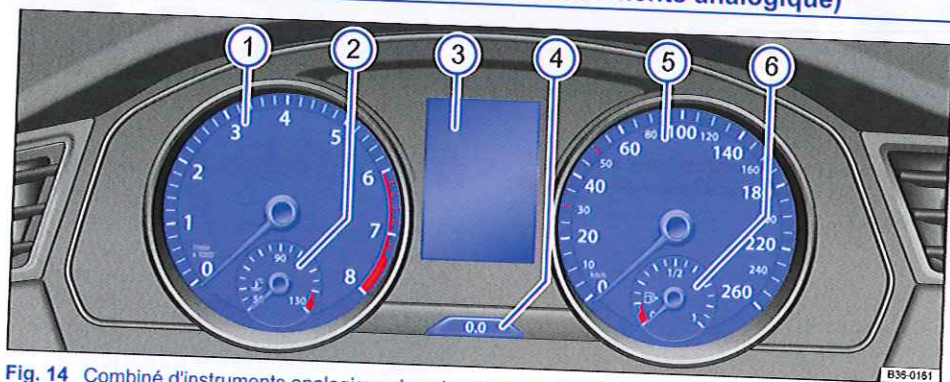
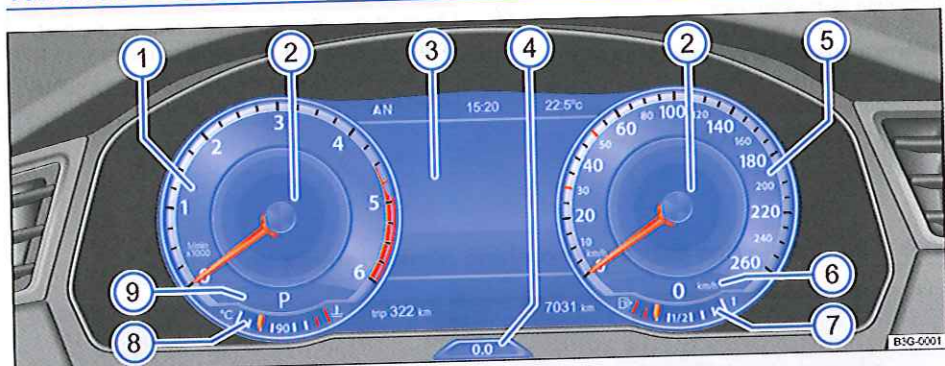

Fig. 14 Combiné d'instruments analogique dans le tableau de bord
Fig. 15 Active Info Display sur le tableau de bord
Explications relatives aux cadrams ⇒ fig. 14 :
Explications relatives aux cadrans ⇒ fig. 15 :
Suivant l'équipement du véhicule, différentes informations peuvent être indiquées sur l'afficheur du combiné d'instruments $\Rightarrow$ fig. 14 ③ ou $\Rightarrow$ fig. 15 ③ :